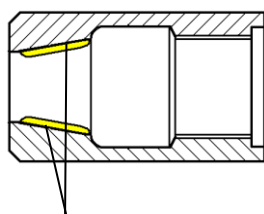

図7-4 グリス（厚さ 2～3mm）
(1) 分解・組立方法は、P. 12 7-2の要領で行って下さい。
(2) 組み付ける前にジョーケースの内側（ジョーと接する面）にグリスを十分に塗布して組み付けてください。（図7-4参照）